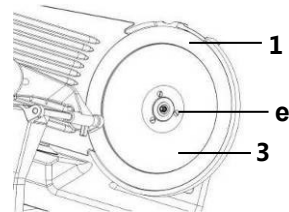

Abb. 13
- Um das Schneidemesser zu entnehmen, lösen Sie die 3 Feststellschrauben (**e**) mit einem geeigneten Schraubendreher (**Abb. 13**), hängen Sie das Schneidemesser vorsichtig aus.